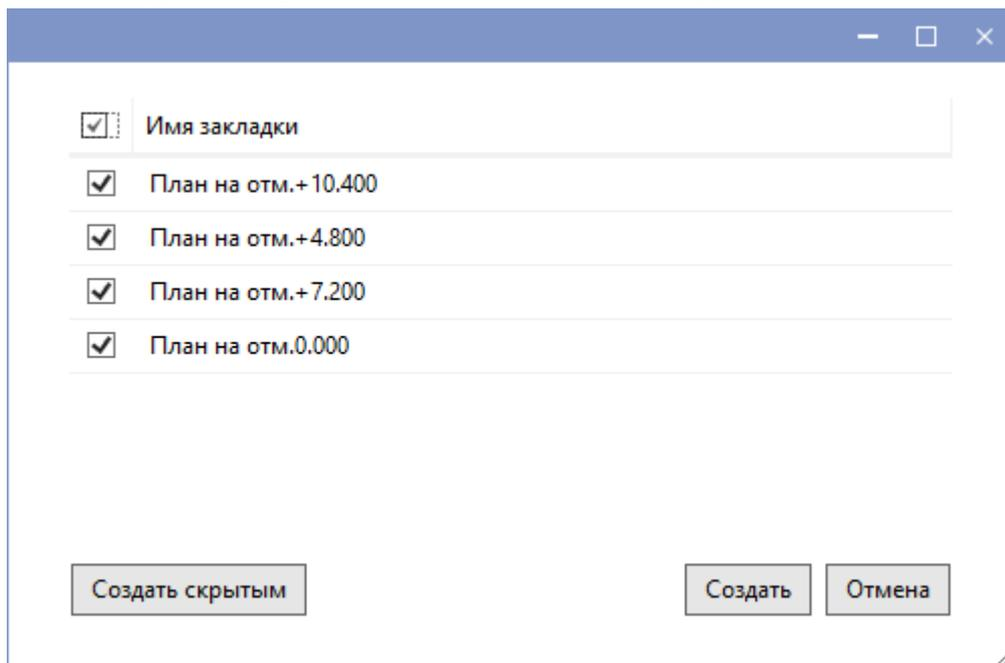

Рис.2.4.3 Выбор листов для публикации
3. Откроется окно выбора листов для публикации (рис.2.4.3.). Укажем листы, которые необходимо опубликовать и нажмем **Создать**